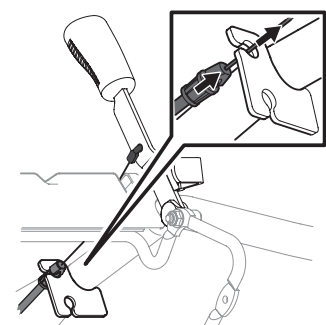

Figure 6
3. Enclenchez les pattes de la gaine dans le trou supérieur du support du guidon. Voir Figure 6.